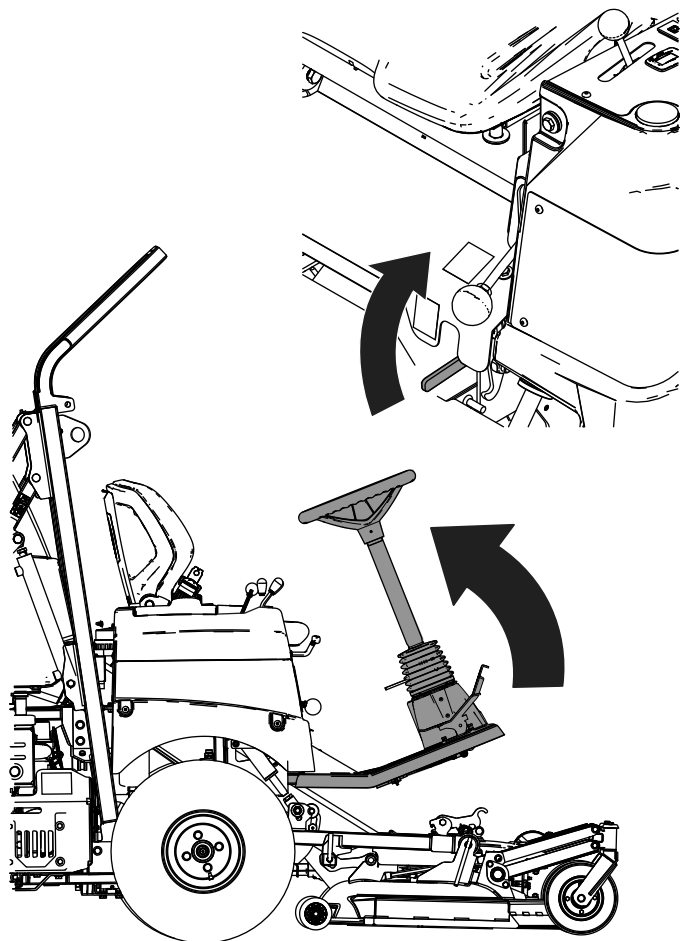

Bild 88
7. Heben Sie die Bedienerplattform nach oben und rasten Sie den Verriegelungshebel ein (Bild 88).